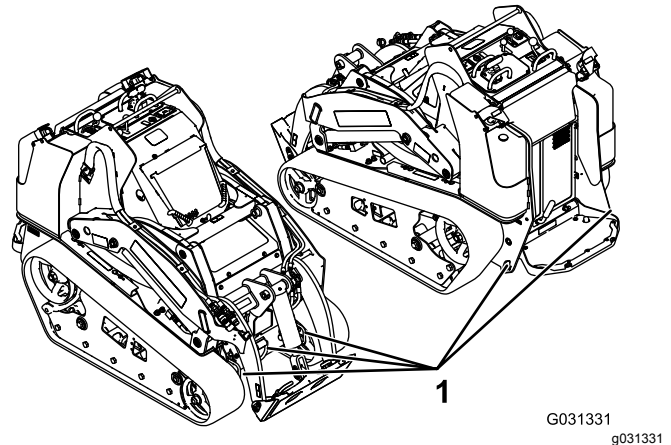

Bild 19
8. Befestigen Sie die Maschine mit den Metallbefestigungsschleifen und Riemen, Ketten, Kabel oder Seilen am Anhänger oder Pritschenwagen (Bild 19). Halten Sie die örtlichen Vorschriften für die Vergütung ein.
Sie können die Maschine mit den Vergurtungsstellen bzw. Hebeschlaufen als Hebestellen anheben, wie in Bild 19 abgebildet.